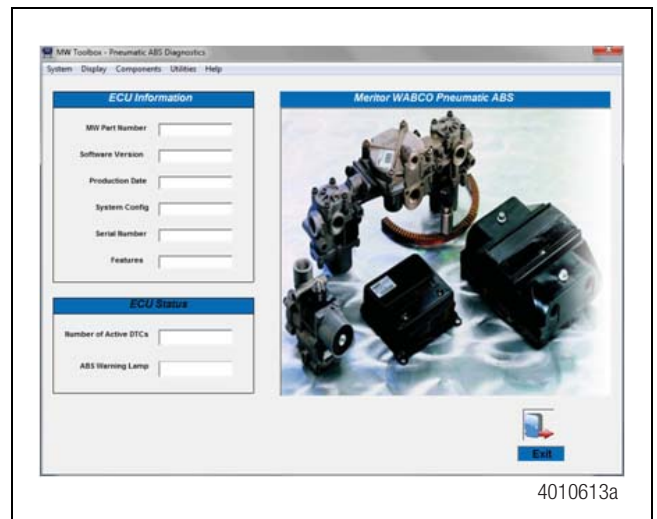
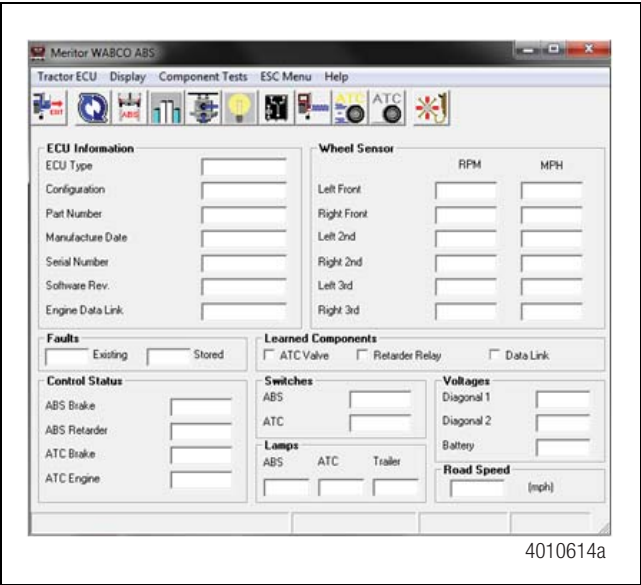

Figura 3.6
Figura 3.7
4. En el **Menú principal**, seleccione **J1939 ABS del Tractocamión** o **J1708 TOOLBOX™**, luego **ABS del Tractocamión**. Aparecerá la **Pantalla Principal del ABS**. Figura 3.6 y Figura 3.7.